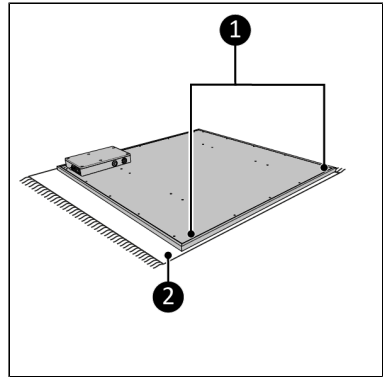

Figure 110.
1. Lägg ned enheten på en stabil, mjuk yta (Figure 110, pos. 2).